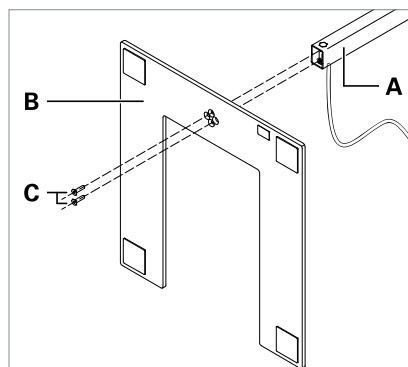

Fig. 1: Monter le bras vertical rectangulaire.
- Bras vertical rectangulaire, voir Fig. 1
- Si vous montez un **bras vertical rectangulaire** : fixez le bras vertical **A** avec les vis livrées **C** sur le pied du luminaire **B** de manière à ce que le câble de raccordement soit orienté vers l'avant voir Fig. 1.